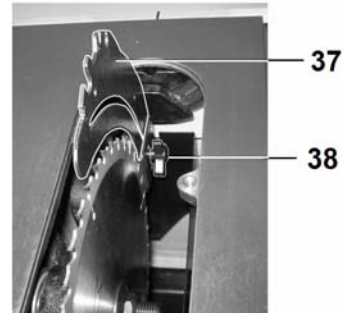

Рис. 18
8.5.5. Если предстоит распиловка заготовок, ослабьте фиксацию винта (38) переведите расклинователь (37) в верхнее положение и закрепите его винтом (38), Рис.18.
9.5. Расклинователь (Рис. 18)